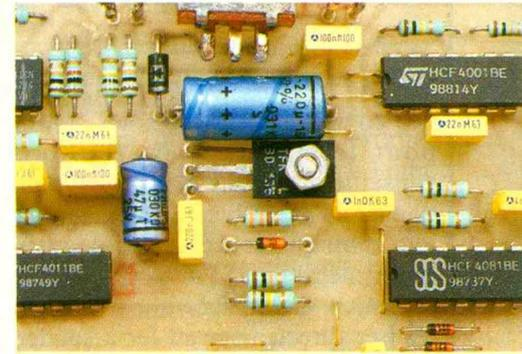

**Fig. 10** Schéma général d'installation.
**d) Montage et tarage (fig. 10)**